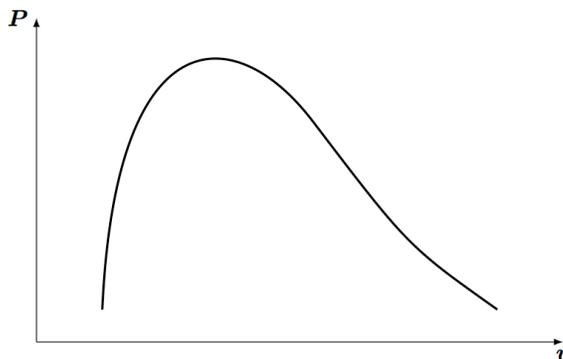

Figure 5
2.5.2. Reproduire l'allure du schéma du diagramme de Clapeyron d'un fluide (figure 5) et y faire apparaître trois isotherme $T_1 < T_c$, $T_2 = T_c$ et $T_3 > T_c$. Identifier la courbe d'ébullition et celle de rosée. Indiquer les domaines d'existence du liquide et de la vapeur.